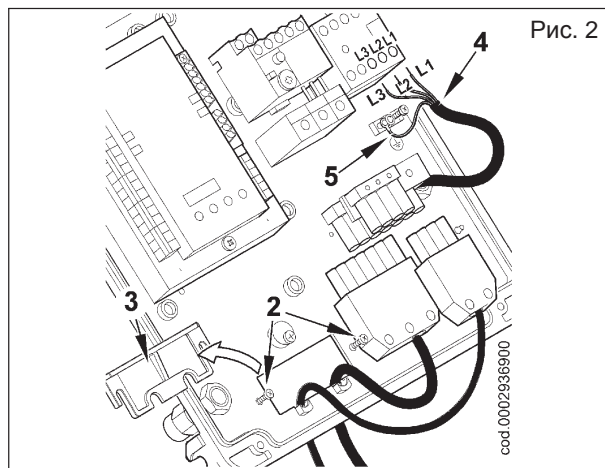

Рис. 2
- Снимите крышку, отвернув четыре винта (1), как показано на рисунке 1, не убирая прозрачное окошко. Так будет получен доступ к электрическому щиту горелки.
- Ослабьте винты (2). После того, как вы сняли кабельный зажим (3), пропустите через отверстие 7- и 4- штырьковый разъёмы (см. рис. 2). Подсоедините токоподводящие провода (4) к дистанционному выключателю, закрепите заземляющий провод (5) и затяните соответствующий кабельный зажим.
- Установите зажимную пластинку, как показано на рисунке 3. Поверните эксцентрик (6) так, чтобы пластинка должным образом надавила на два провода. После этого затяните крепежные винты пластинки. Наконец, соедините два разъёма, 7- и 4-штырьковый.